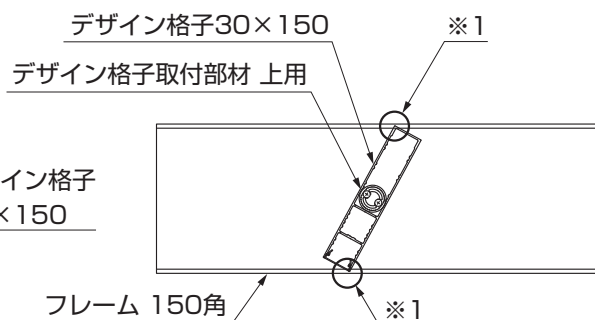

図8-6
- デザイン格子は回転させて取付ける事が可能ですが、※1の箇所がフレームから飛び出さないように取付けてください。(図8-6参照)
- ② デザイン格子取付部材 上用にデザイン格子30×150を【38-1】で取付けてください。
③ デザイン格子30×150にデザイン格子カバーをはめ込んでください。